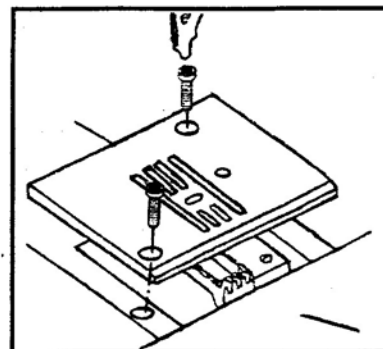

Fig. 1
Punto recto triple Fig. 1.
- Ajustar el botón selector del largo de la puntada en la posición. See Fig. 1.
Turn the handwheel until the needle is fully raised. Open the hinged front cover and unscrew the needle plate screw with the screw driver. (Fig. 1)
Girar el volante hasta que la aguja este en el punto más alto. Abrir la tapa con charnela y sacar el tornillo de la placa de aguja por el destornillador. (Fig. 1)